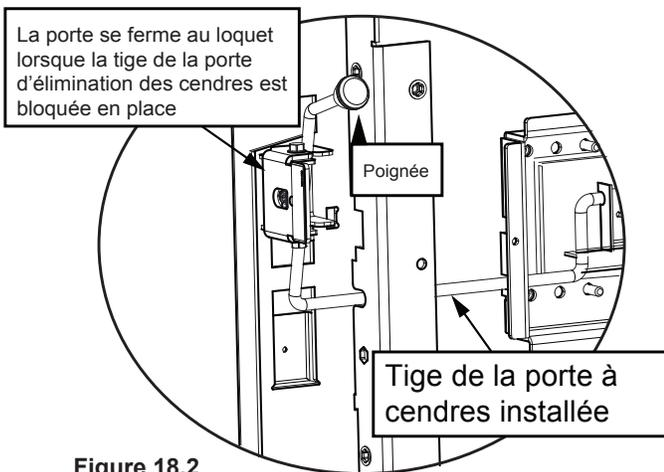

Figure 18.2
- Ajoutez le bouton à la tige de la poignée (**Figure 18.2 à la page 18**).
1. Remettez en place les 3 briques retirées de l'avant à l'étape 1 (Figure 18.2).
3. Installez le couvercle d'accès à l'ARS à l'intérieur de la rainure située à l'intérieur de la boîte à feu (Figure 18.2).